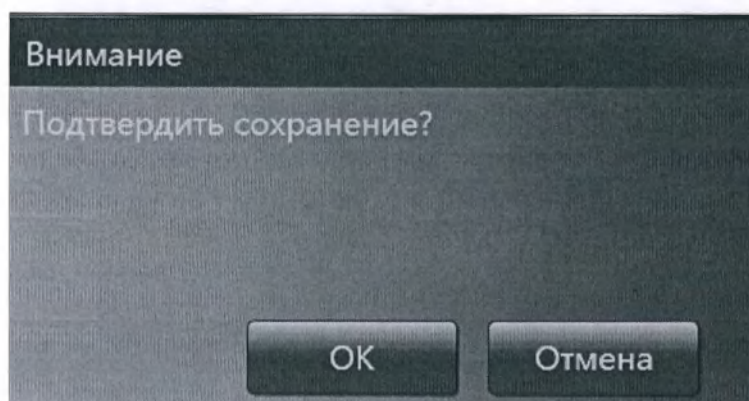

Рисунок 3.10 – Запрос на сохранение пресета
5. Нажмите кнопку **Запись**  либо **ОК**  для сохранения текущих настроек и возврата в режим сканирования. Система выдаст запрос на подтверждение сохранения измененных данных (см. Рисунок 3.10).